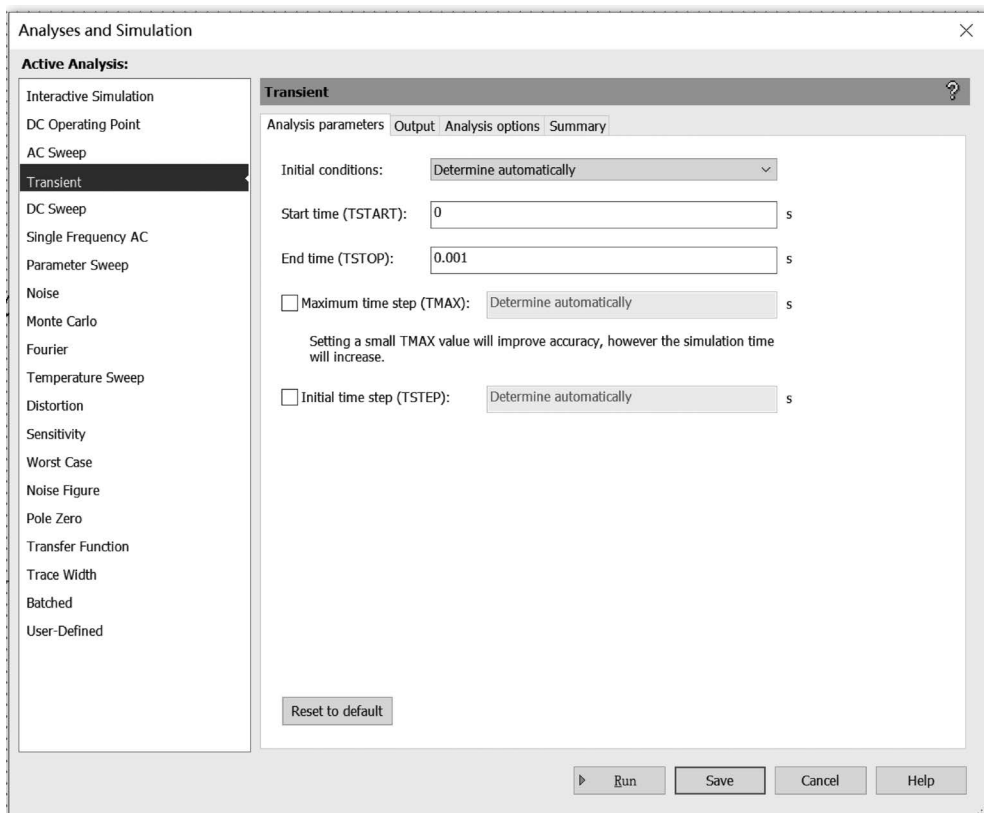

图 5.4.1 瞬态分析对话框中 Analysis parameters 选项卡
- (1) 在电路工作窗口创建需进行分析的电路。
- (2) 单击 Simulate/Analyses and Simulation/Transient 命令,打开相应的对话框如图 5.4.1 所示,在 Analysis parameters 选项卡中设置仿真参数。